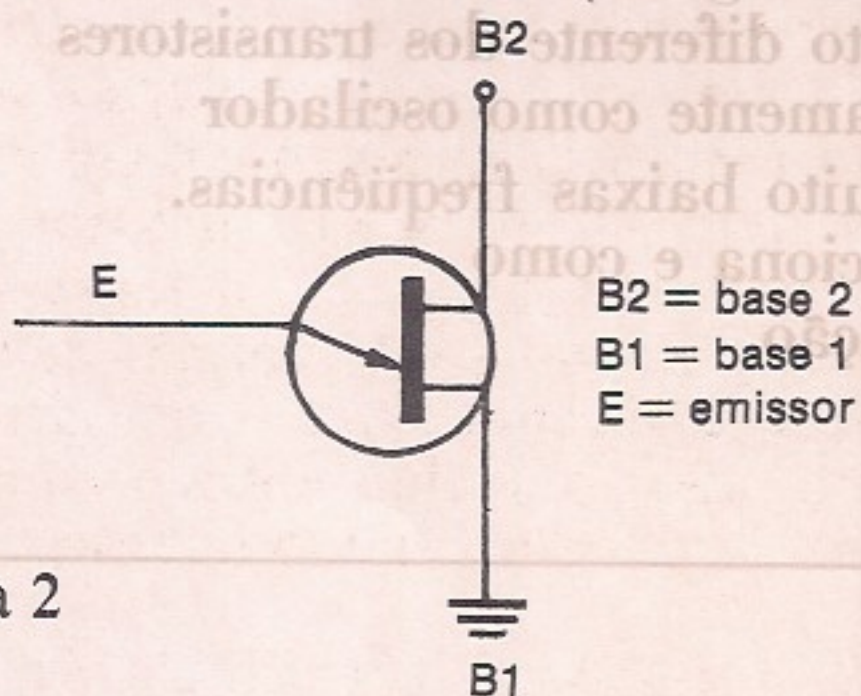

figura 2
(8) — As linhas de transmissão usadas em RF apresentam impedâncias que dependem da constituição física das mesmas. Já nas linhas dos fonoclamas isso não se passa. A impedância das mesmas é a que estiver presente na saída do amplificador. Na figura 2 vemos um exemplo disso.
Esta estrutura, que corresponde ao transistor unijunção, pode então ser representada pelo símbolo da figura 2.